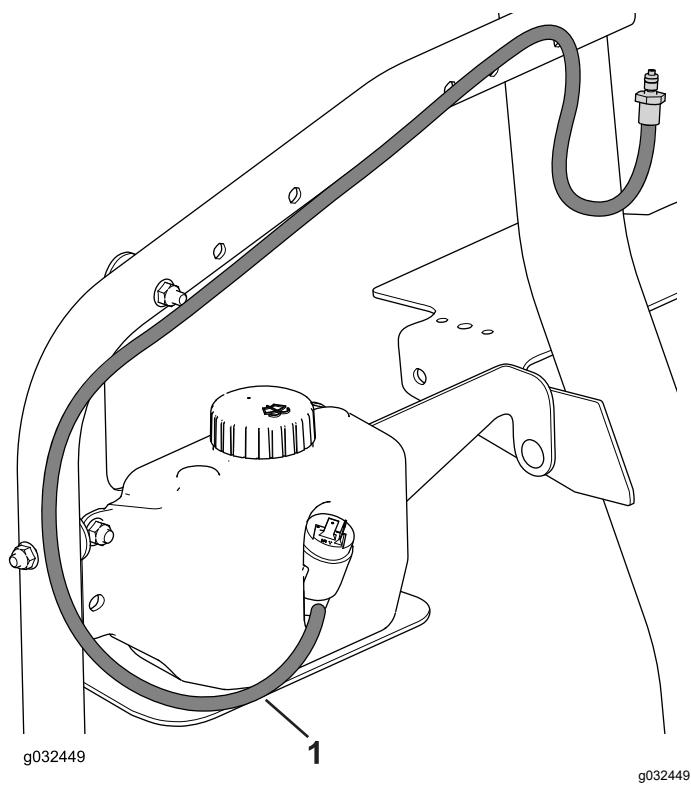

Figura 32
5. Conecte el tubo del lavaparabrisas al depósito del lavaparabrisas, y sujételo al bastidor con bridales (Figura 32).